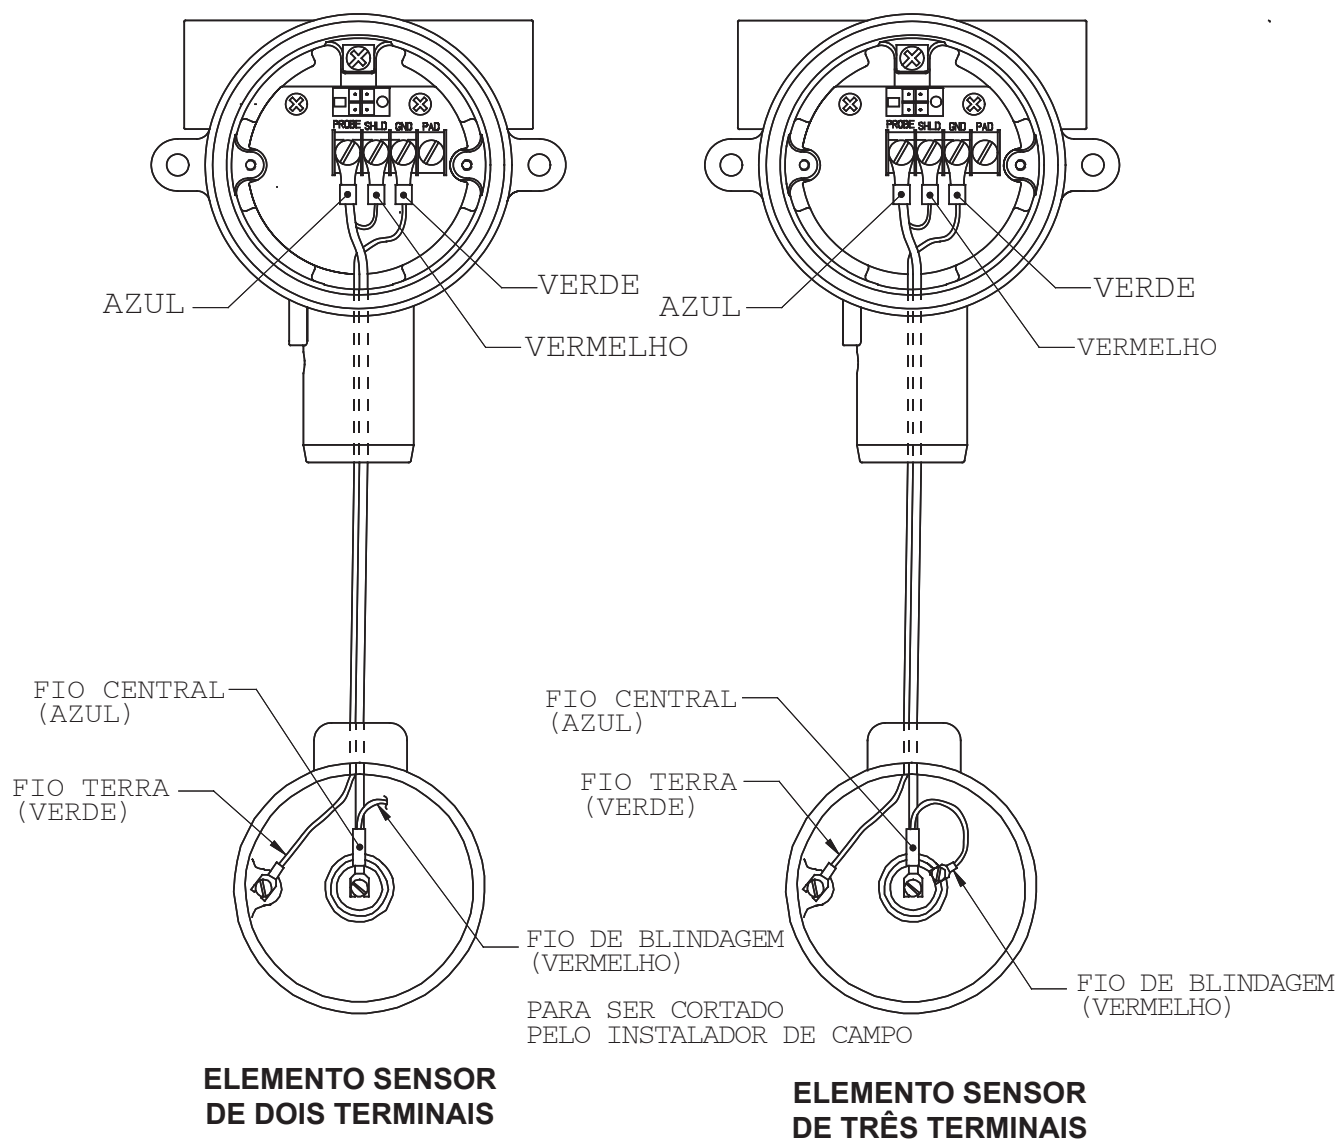

Figura 2-8
Veja a **Figura 2-8** para conexões de fiação da unidade remota. O cabo do elemento sensor é conectado à tira de terminais abaixo do chassi do instrumento. As conexões do cabo são elemento sensor (prb) ou fio central (cw), terra (gnd) e blindagem (shd).
As conexões do cabo ao elemento de detecção remota são mostradas na **Figura 2-8**
- Se o elemento sensor não tiver uma conexão de blindagem (a condição mais comum para um elemento sensor de 2 terminais), certifique-se de prender e/ou prender com fita adesiva o fio de blindagem somente na extremidade do elemento sensor do cabo. **Veja a Figura 2-8.**
- * Para elementos de detecção que não têm conexões de blindagem, corte o fio de blindagem conforme mostrado na Figura 2-8.